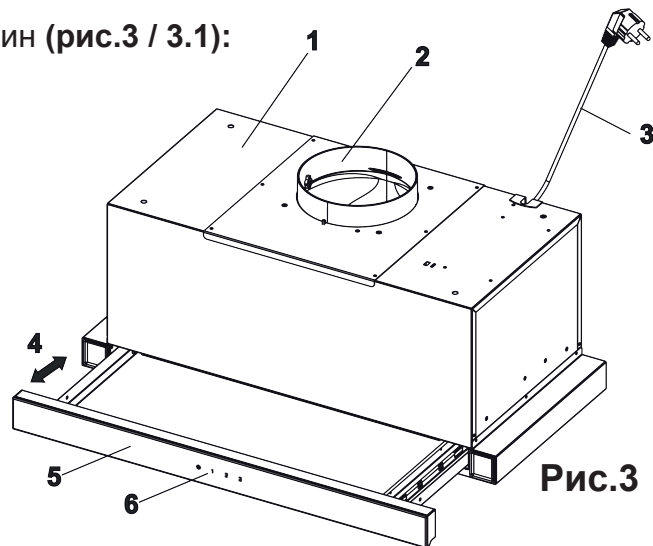

Рис.3
5.3 Витяжка складається з наступних складових частин (рис.3 / 3.1):